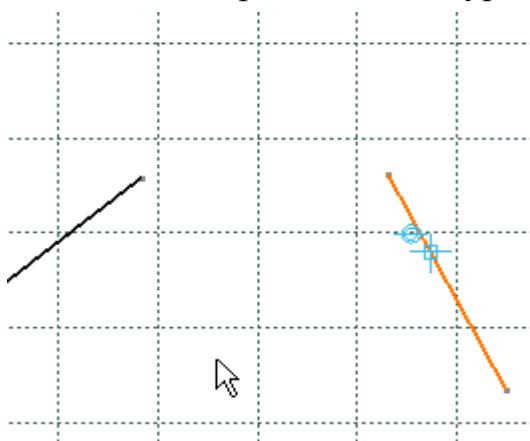

Рис. 67
2) Натиснути кнопку "Ctrl". **SmartPick** автоматично залишається прив'язаним до будь-якого положення, призначеного курсору (Рис. 67).